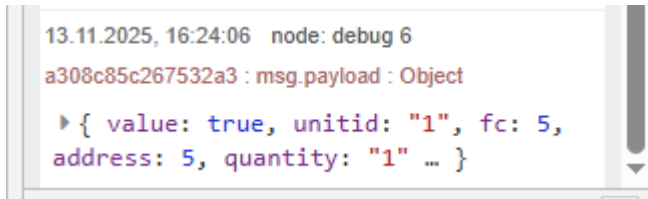

Рис. 3.19. Запись данных на устройство Modbus
- Нажмите «Развернуть поток» (Deploy). Произойдет запись данных на устройство Modbus (см. рис. 3.19).